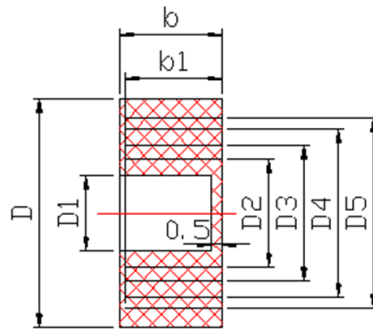

图 3
7.2.6 电缆的外径要与密封圈（图 3）的孔径相符。使用电缆最小直径为 D1，最大直径为 D5，密封圈材质为丁腈橡胶，规格及尺寸见表 4（可根据引入电缆外径大小剥去密封圈同心圆）。配合直径差不大于 1mm，当压紧接线头后，应保证密封圈与电缆之间及密封圈与接线盒座之间无间隙，否则将失去隔爆性能。